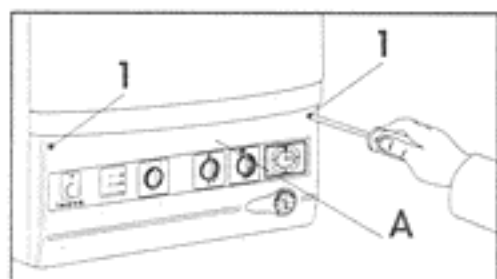

Fig. 1
- Dévisser les deux vis (1) de fixation du panneau de contrôle de la chaudière (fig. 1);